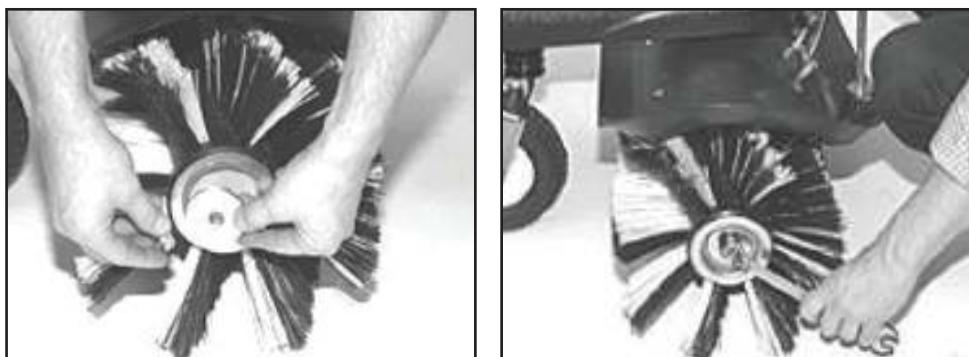

Рис. 6
- Закрепите щетку на валу при помощи шайбы и гайки из монтажного комплекта. Гайку затяните ключом (Рис. 6).